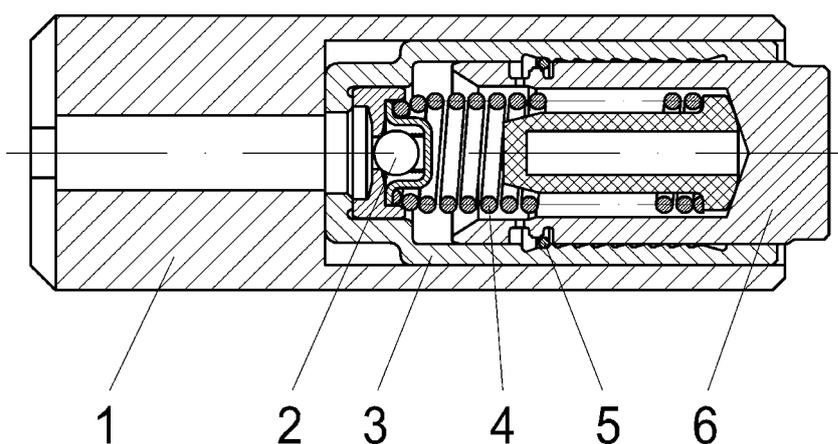

Рис.29. Гидронатяжитель с адаптером:
**Гидронатяжитель** – на двигателях применяются гидронатяжители в комплекте с адаптерами (рис.29).
Из центральной масляной магистрали масло по каналу 5 (рис.29) блока цилиндров поступает в головку цилиндров, где по каналам 7 подводится к опорам распределительных валов, по каналам 9 – к гидротолкателям, и также к гидронатяжителю 6 верхней цепи привода распределительных валов.